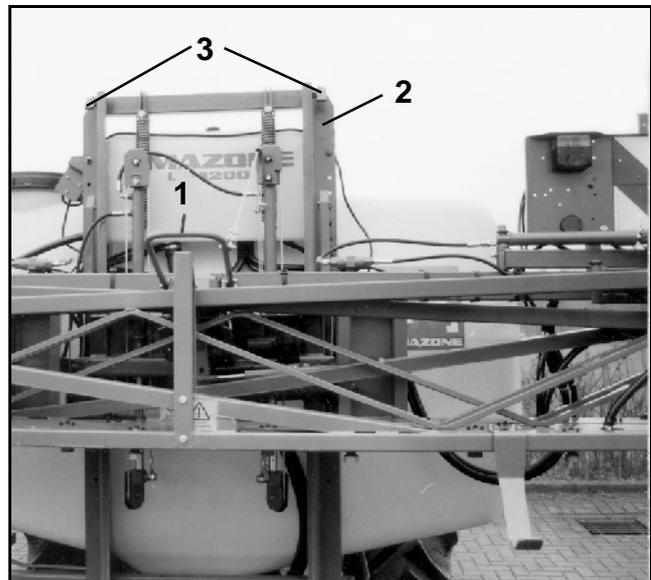

Fig. 8.9
- Levantar el varillaje plegado hasta que el bloqueo automático de transporte (Fig. 8.9/1) libere el bloqueo (altura aproximadamente 2/3 de la longitud del soporte del varillaje (Fig. 8.9/2)).
- Desbloquear la compensación de oscilaciones de la posición de transporte – levantando el varillaje hasta los topes superiores (Fig 8.9/3) (para ello ver cap. 8.2.2.3).